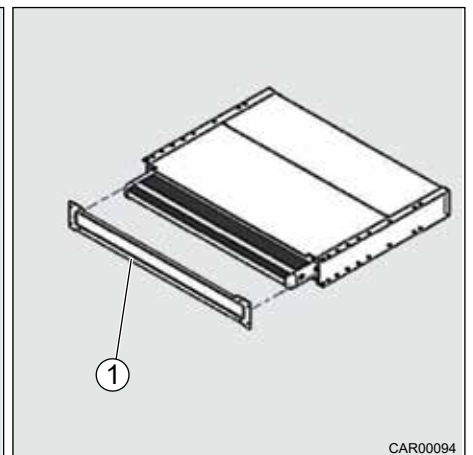

Fig. 193 Déverrouillage de secours
4. Remonter la plaque frontale (Fig. 193, pos. 1).